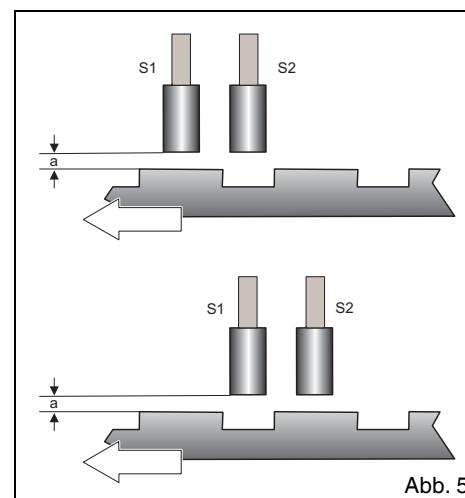

Abb. 5
4.2.2. Anordnung der Näherungsschalter (Abb.5)